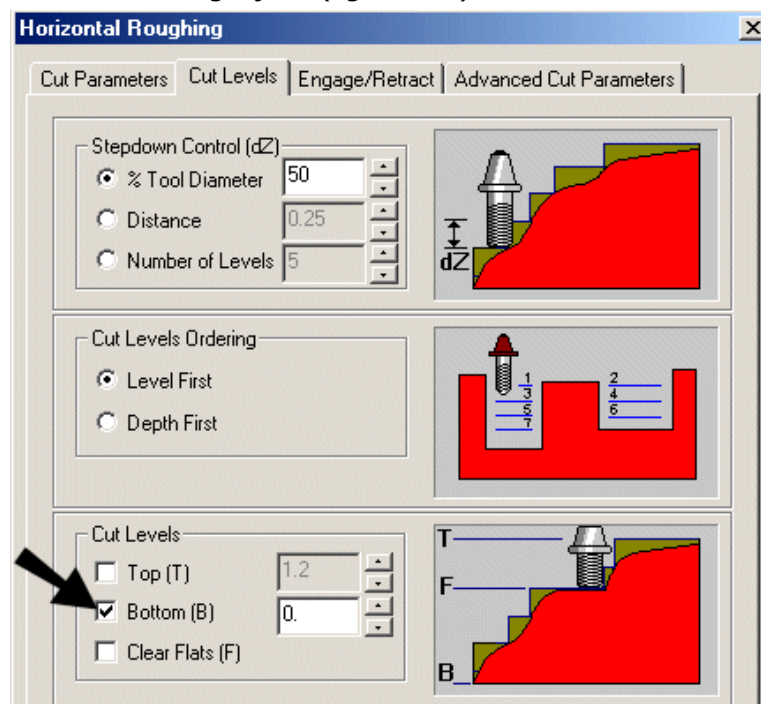

Figura 14. Stabilirea nivelelor de degroșare orizontală
7. În fișa **Cut Levels**, se poate preciza pasul vertical la eticheta **Stepdown Control (dZ)**, ordinea și pozițiile limită ale nivelelor de așchiere, la etichetele **Cut Levels Ordering** și **Cut Levels** (figura 14.).